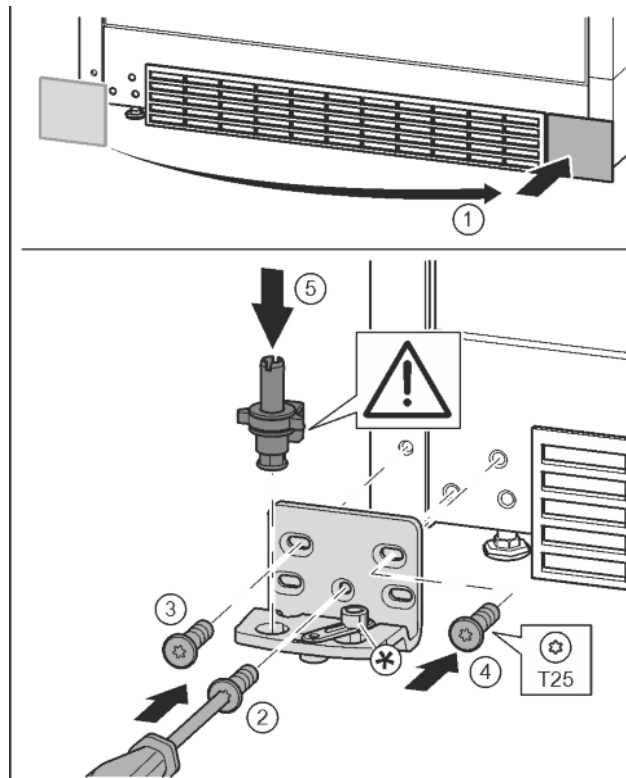

Fig. 14
- ▶ Зніміть кришку та встановіть її з іншого боку. Fig. 14 (1)
- ▶ Встановіть опорний кронштейн з іншого боку і закріпіть гвинтами за допомогою викрутки T25. Почніть із гвинта 2 знизу посередині. Fig. 14 (2)
- ▶ Закрутіть гвинти 3 та 4. Fig. 14 (3, 4)
- ▶ Вставте цілком опорний гвинт. При цьому виступ фіксатора повинен бути спрямований назад. Fig. 14 (5)